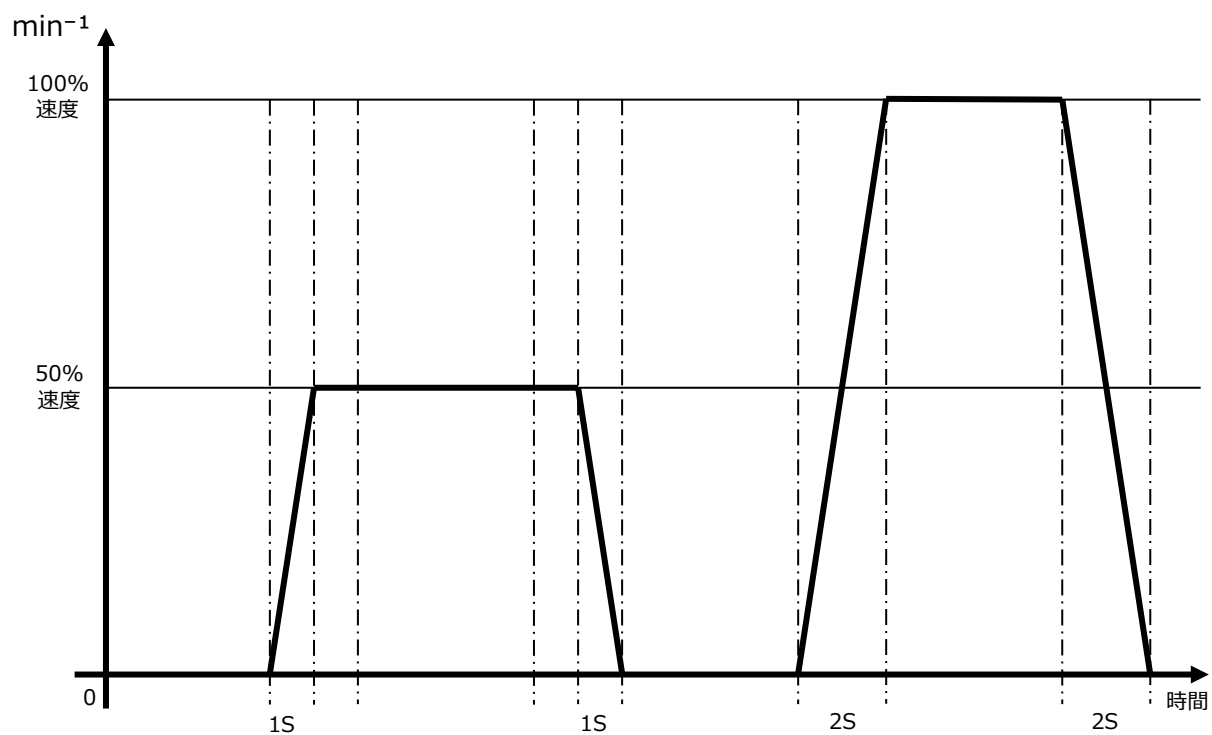

図 2 VSD によるスピード制御
- モータスピードのランプアップ及びランプダウンは VSD で制御し、図 2 に示すように 0%⇒100%または、100%⇒0%まで 2 秒で到達すること。